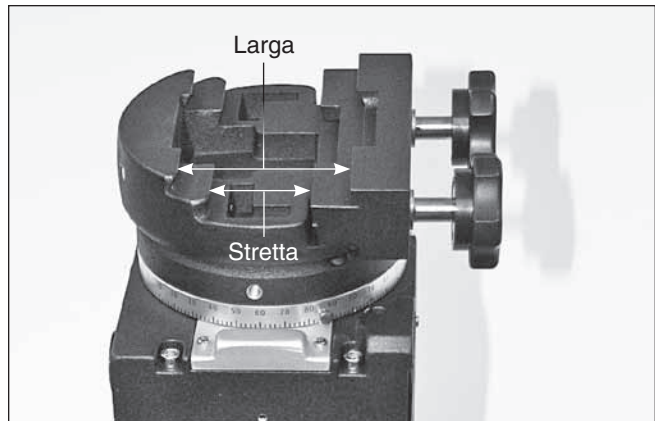

Figura 7. Slitta a doppia larghezza per fissare piastre o barre di montaggio a coda di rondine strette o larghe.
2. Allentare le due manopole di serraggio della slitta a doppia larghezza (**Figura 7**) in modo che la larghezza di una delle scanalature a coda di rondine sia leggermente maggiore della larghezza della barra a coda di rondine del telescopio.